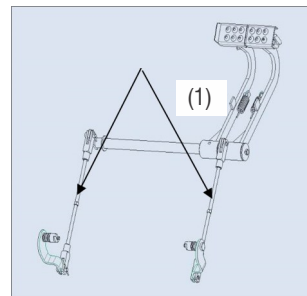

Fig.5.55
4. Svitare il controdado (1) (Fig.5.55). Serrare lentamente il registro (1) (Fig.5.55) fino a quando non si riesce più a girare manualmente la ruota.
5. Fare un segno di riferimento sul dado di registro (Fig.5.55) e sul supporto, quindi allentare il dado di registro di 1 giro, cioè fino a quando la ruota può girare liberamente.
6. Bloccare ora il registro con il relativo controdado (1) (Fig. 5.55). Verificare che il pedale del freno abbia una corsa a vuoto di 15-20 mm e ripetere la regolazione se necessario.
7. Ripetere la stessa procedura per l'altro lato (Fig. 5.55).